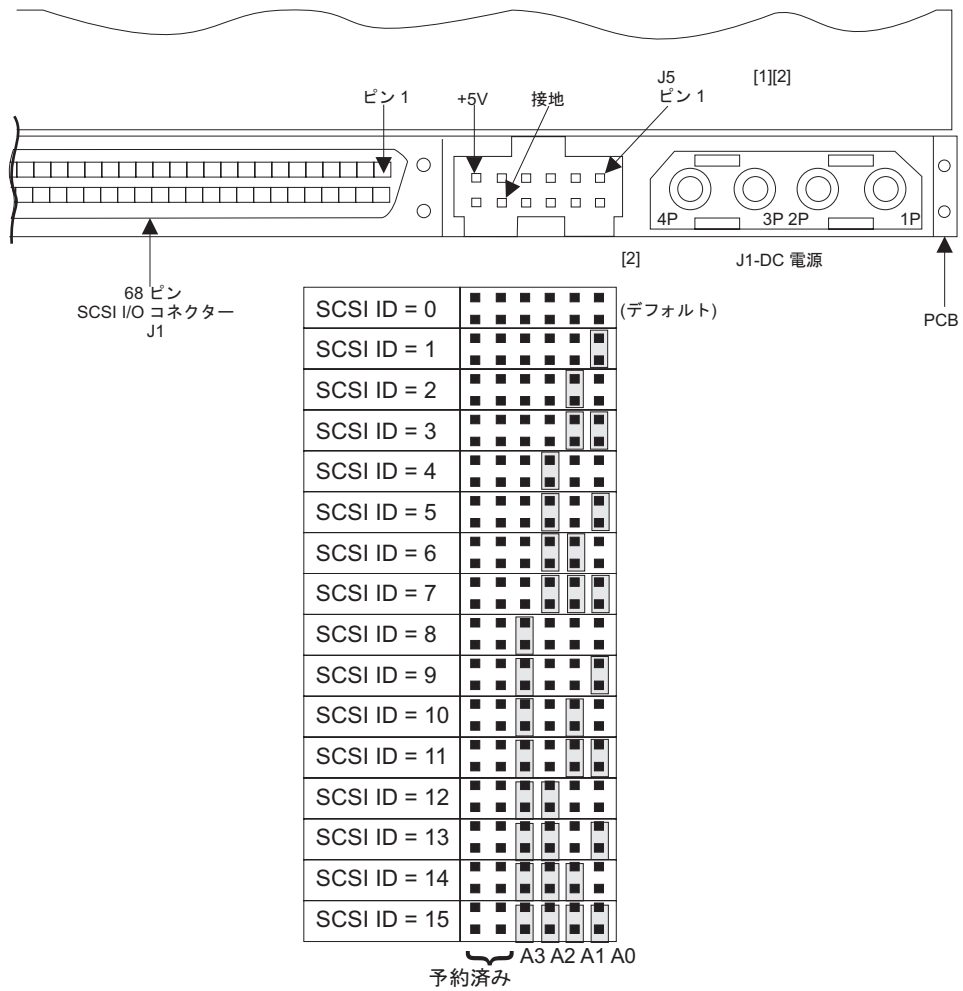

図 91. SAN ボリューム・コントローラー 2145-4F2 ディスク・ドライブ・ジャンパー
1. 古いディスク・ドライブに取り付けられたジャンパーの有無を検査します。ジャンパーがある場合は、マッチングするジャンパーを新しいディスク・ドライブに取り付けます。122 ページの図 91 は、ジャンパーのロケーションを示します。